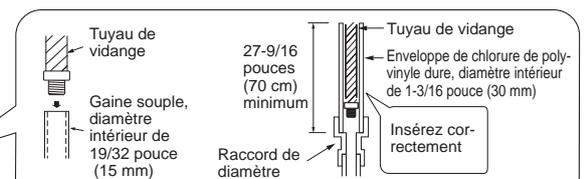

Fig. 3
- Si le tuyau de vidange fourni avec l'unité interne est trop court, branchez-le au tuyau de vidange fourni sur chantier (I). (Fig. 3)
- 2) Ébarbez parfaitement la partie tronçonnée du tuyau en évitant d'introduire des éclats de métal dans la tuyauterie. (Fig. 3)